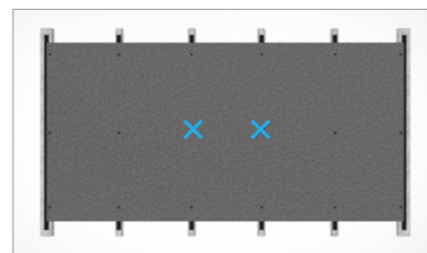

图 10。
- 当面板以横向方式安装, 或跨越两根中间帽型龙骨安装时, 板材必须设置两个固定点, 且应尽可能靠近面板中心, 并保持水平对齐。(见图 10)